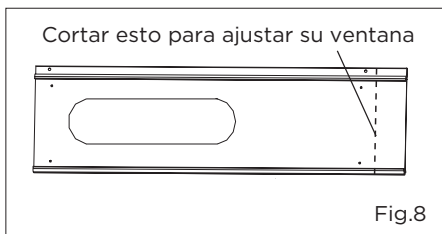

Fig.8
2.Abrir el marco de la ventana y colocar el kit deslizante de la ventana en el caballete de la ventana (Fig.7). Instalar el kit deslizante de la ventana en el caballete de la ventana. Ajustar la longitud del kit deslizante de la ventana según el ancho de la ventana. Atornillar los dos tornillos en el kit deslizante de la ventana. Ver (Fig.7). Cortar el kit deslizante ajustable de la ventana si el ancho de la ventana es menor que 26,6 pulgadas (Fig.8).
Atornillar los dos tornillos en el kit deslizante de la ventana. Ver (Fig.13). Cortar el kit deslizante ajustable de la ventana si la altura de la ventana es menor que 26,6 pulgadas (Fig.8).